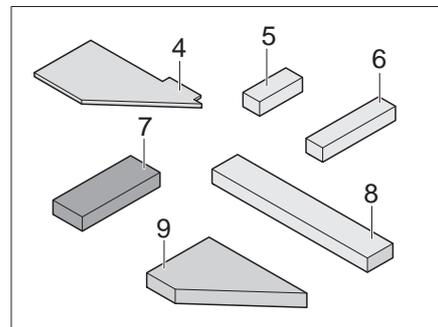
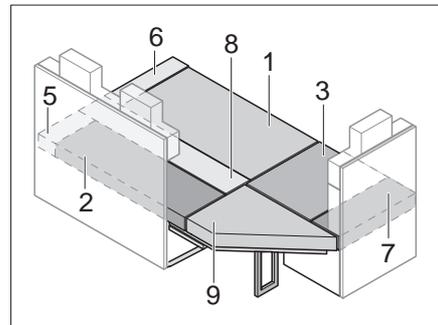

Bild 146 Zusatzpolster
Bild 148 Nach dem Umbau
- Sitz-, Rücken- und Zusatzpolster wie in Bild 148 gezeigt auflegen (Die Positionsnummer beziehen sich auf Bild 146).